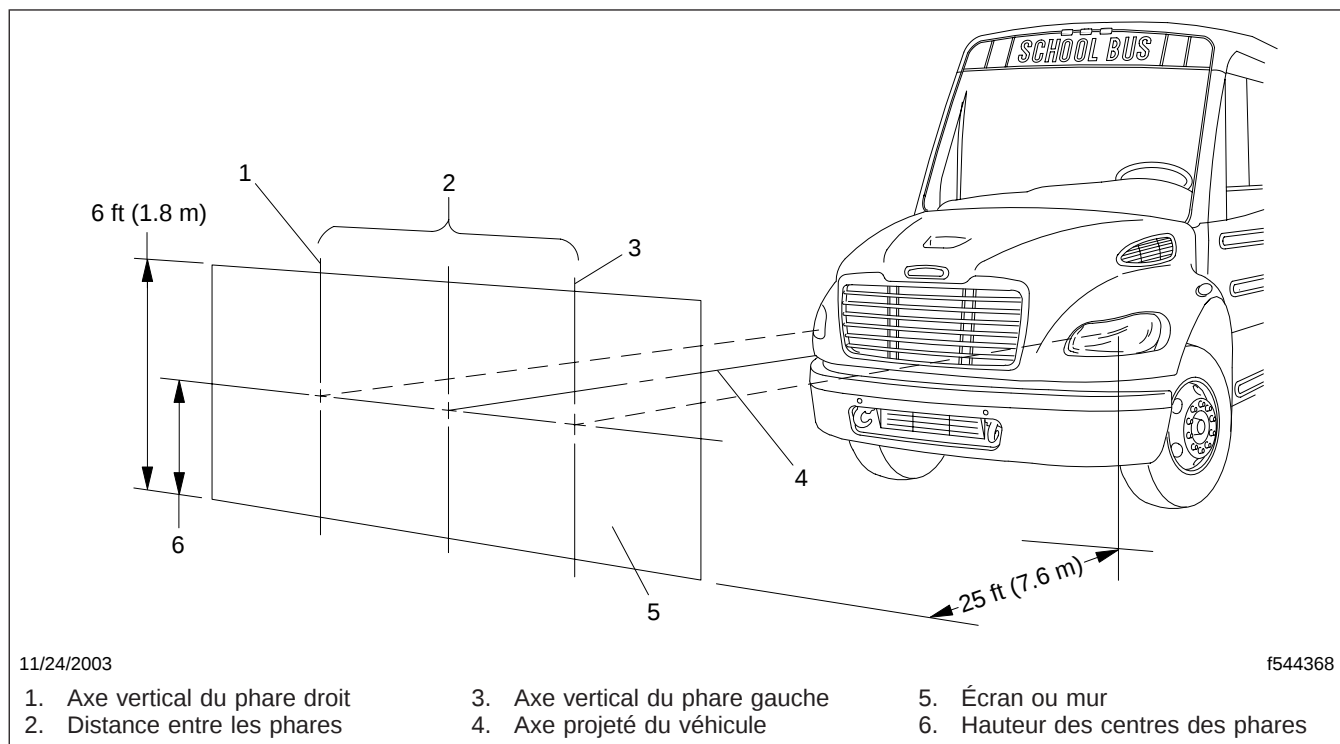

Fig. 15.1, Écran ou mur pour le réglage des phares
1. Garez le véhicule sur une surface uniforme, à 7,6 m (25 pi) d'un écran ou d'un mur que vous pourrez utiliser pour effectuer le réglage des phares. Coupez le moteur, serrez le frein de stationnement et calez les pneus avant. Voir la figure 15.1.